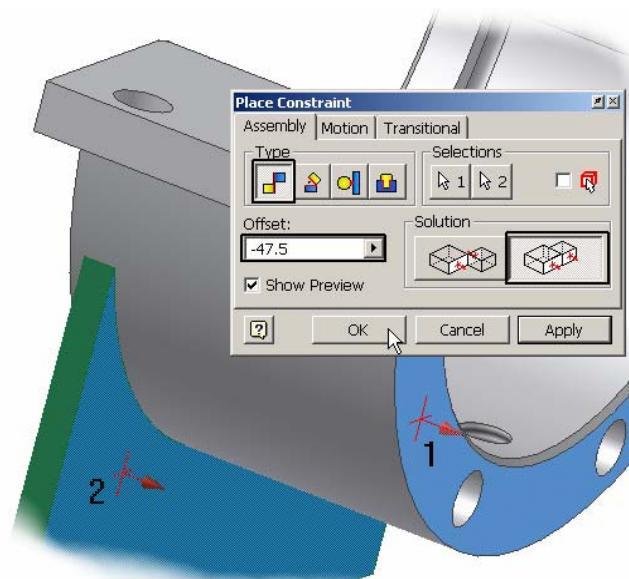

Figura 3.2.11.
- aliniere Type - Mate, Solution - Flush, Offset = -47.5 plan vertical față **semicadru** cu plan vertical față **placă suport** – lansare comandă **Constraint**, click punctul 1, click punctul 2, butonul **Apply**, figura 3.2.11.